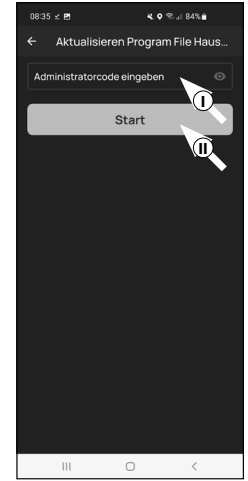

Abb. 7
- 7 Sie werden gebeten, sich mit Ihrem Administratorcode zu verifizieren. Geben Sie ihn ein und bestätigen Sie mit „Start“ (Abb. 7).